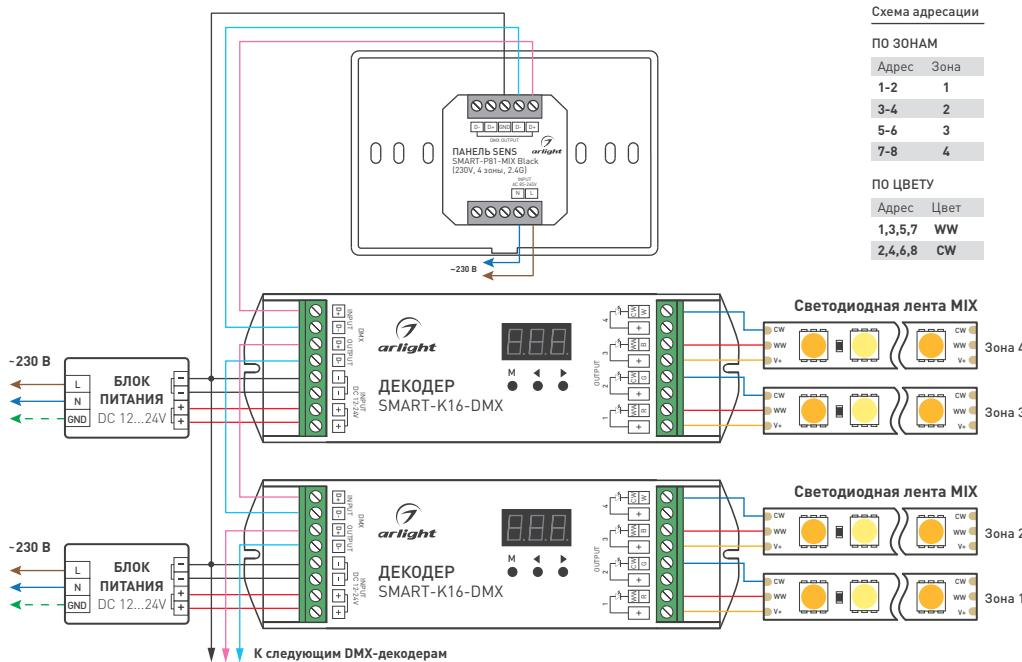

Рисунок 1. Общая схема подключения панели
3.2. Подключите оборудование согласно схеме, приведенной на рис. 1. Соблюдайте полярность и порядок подключения проводов к клеммам.